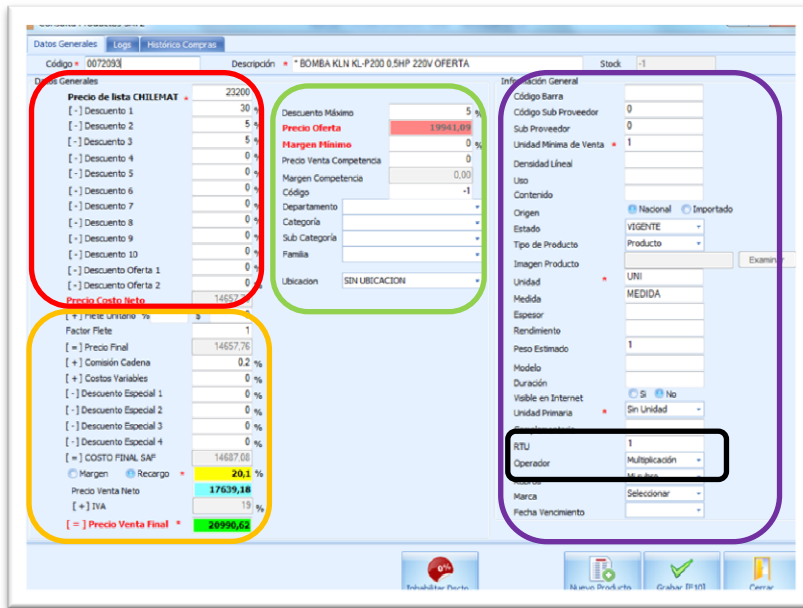

Imagen 3
1.2 Consulta de Productos: Si hacemos doble click sobre uno de los productos, se nos desplegará una ventana de consulta de productos (imagen 3), en ella podemos tener un detalle mucho más amplio de: Datos generales, Logs como también el Histórico compras.
Datos generales, imagen 3: Lo analizaremos a continuación:
Cuadrado negro Imagen 3: Aquí se encuentra un punto muy importante el RTU y el Operador, Este es la fórmula para calcular el inventario y el precio de los artículos, para ello debemos tener claro un ejercicio muy simple:
Si compramos una caja de silicona y en esta caja vienen 6 unidades, al comprar la caja el valor será por la caja NO por cada unidad, entonces en la ventana de consulta de productos (imagen 3 y 4) veremos reflejado el precio por la caja así que debemos: